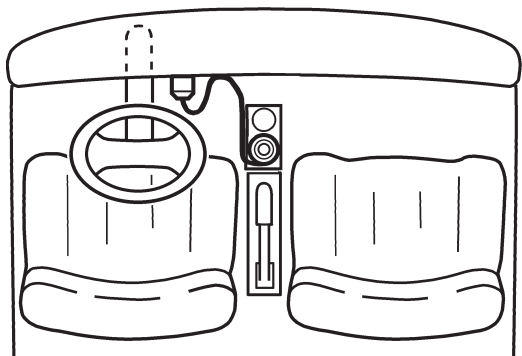

Figure 2.17 : VDR installé dans un véhicule (installation suggérée)
- 3 Choisissez un trajet d'acheminement du câble comportant des points d'ancrage afin de fixer solidement le câble sur son parcours et placez l'outil de VDR dans le porte-gobelet du véhicule (ou dans un autre endroit qui convient). Voir Figure 2.17.